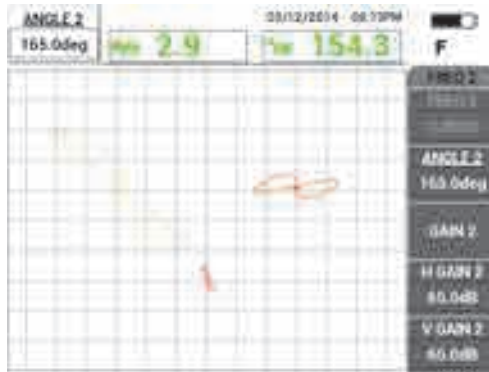

Рис. 5-138 Настройка угла частоты 2
5. Дважды нажмите клавишу ANGLE () и настройте угол сигнала частоты 2 (красн.) так, чтобы сигнал отверстия принял почти вертикальное положение (см. Рис. 5-138 на стр. 231).